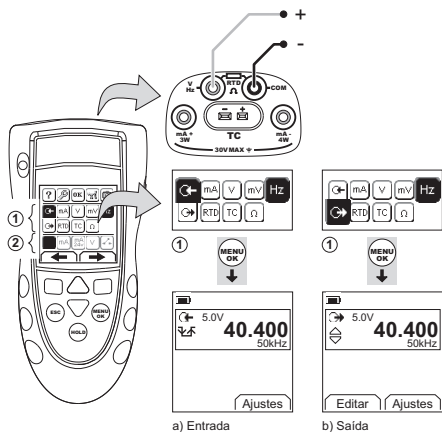

Figura 6: Exemplo de configuração: para medir/alimentar Hz ou pulsos
1. Conecte o instrumento (Figura 6) e, se necessário, ajuste a Configuração (Tabela 1).